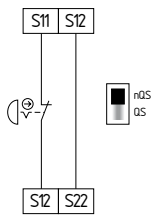

Fig. 8
**Circuito de Paro de Emergencia de un canal con pulsadores según EN ISO 13850 y EN 60947-5-5 (véase fig. 8)**